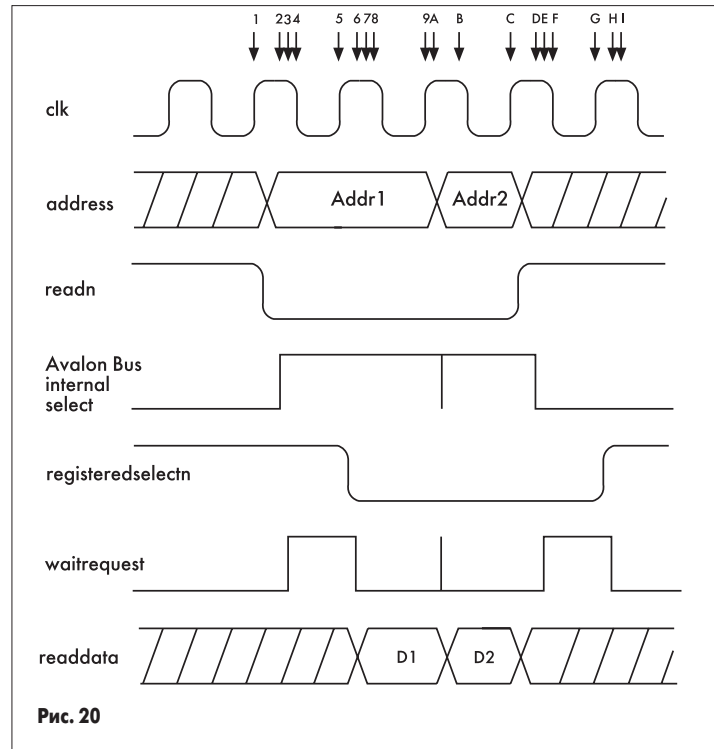

Рис. 20
* Пример показывает многократные последовательные операции чтения от асинхронного периферийного устройства (см. рис. 20).